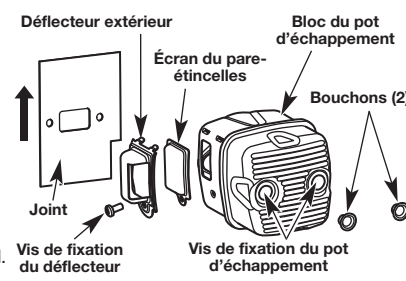

Fig. 52
2. Utilisez une clé Torx T27 pour enlever les deux vis de fixation du pot d'échappement (Fig. 52).
8. Insérez les deux vis de fixation du pot d'échappement dans le bloc du pot d'échappement. Placez le joint derrière le bloc du pot d'échappement afin que les deux vis de fixation du pot d'échappement traversent les deux trous dans le joint. Assurez-vous que l'extrémité étroite du joint fait face au bas du bloc du pot d'échappement (Fig. 52). Insérez le bloc et le joint du bloc du pot d'échappement dans la cavité à l'avant de l'appareil de sorte que les vis s'alignent sur les deux trous de vis dans la cavité avant. Serrez fermement les vis de fixation du pot d'échappement à un couple de 80-90 pouces par livre. Si nécessaire, tenez le joint sur le côté avec des pinces à bec tout en serrant les vis. Si vous avez besoin d'assistance pour atteindre le bon couple de torsion, confiez la réparation de l'appareil à un professionnel agréé.